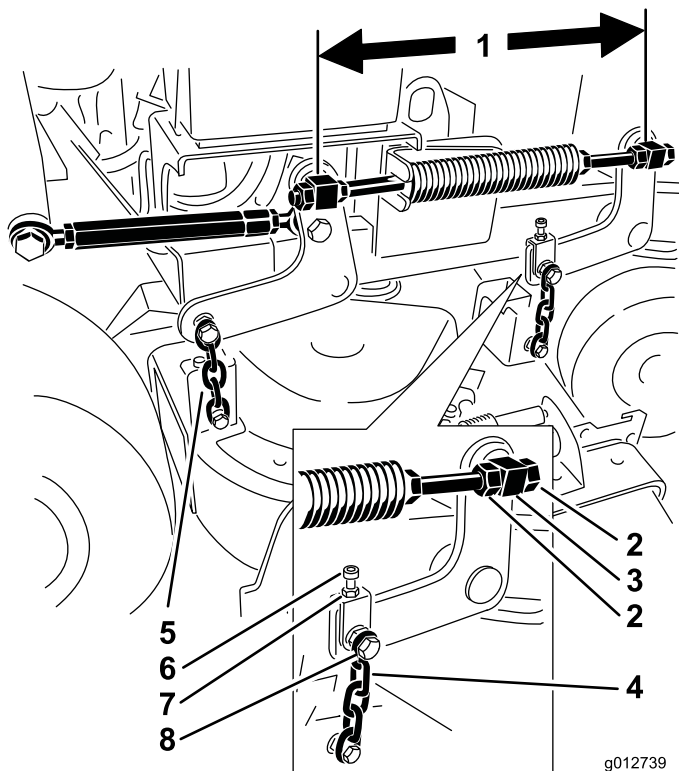

図 82
6. スイベルの間の距離を点検する (スイベルについているねじ山つきのロッドの中心線から中心線までの距離を測る)。36 インチ・デッキの場合にはこの長さが 49.5 cm であることが必要であり、40 インチ・デッキの場合にはこの長さが 43.7 cm であることが必要である (図 82)。
9. 前スイベルと後ろスイベルの距離の調整は、その側の前スイベルにすいているジャム・ナットで行う (図 82)。
11. そして、調整ボルトで、前チェーンが2本とも同じ張りになるように調整する (図 82)。
5. 上チェーン・ボルトのナットと調整ボルトのナットをゆるめる (図 82)。
6. **A**位置での高さが**B**位置での高さよりも 6~10 mm 低くなるように調整ボルトで調整する (図 82)。